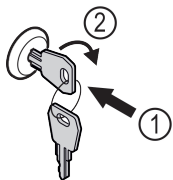

Fig. 122
- ▶ Sæt nøglen i. Fig. 122 (1)
- ▶ Drej nøglen 90° med uret. Fig. 122 (2)